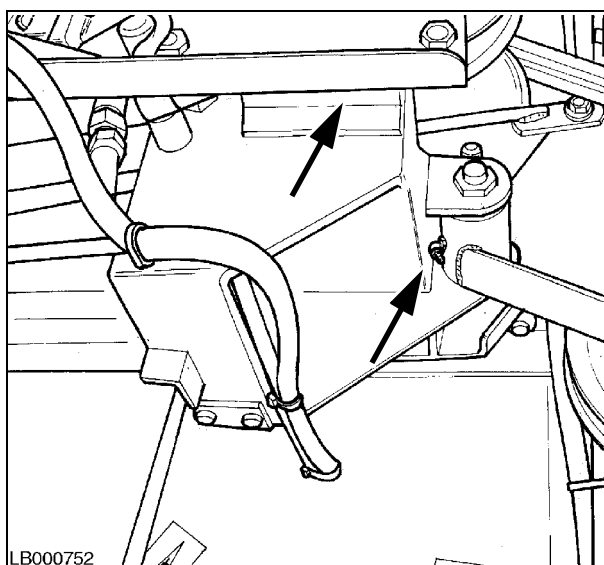

Рис. 52
40. НАТЯЖИТЕЛЬ ПРИВОДНОГО РЕМНЯ СОЛОМОРЕЗКИ - Рис. 52